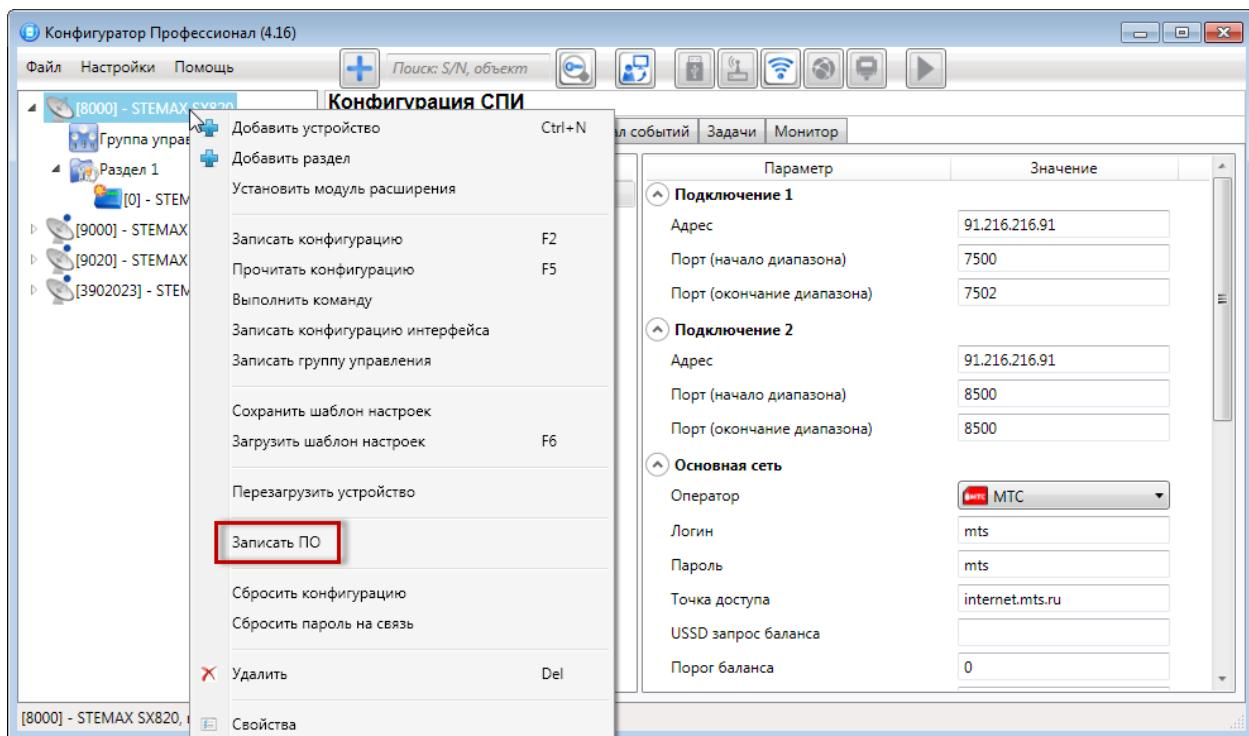

Рис. 7.1. Контекстное меню устройства, выбор функции *Записать ПО*
- Щелкните правой кнопкой мыши по строке контроллера в дереве устройств и в появившемся меню выберите *Записать ПО* (Рис. 7.1).